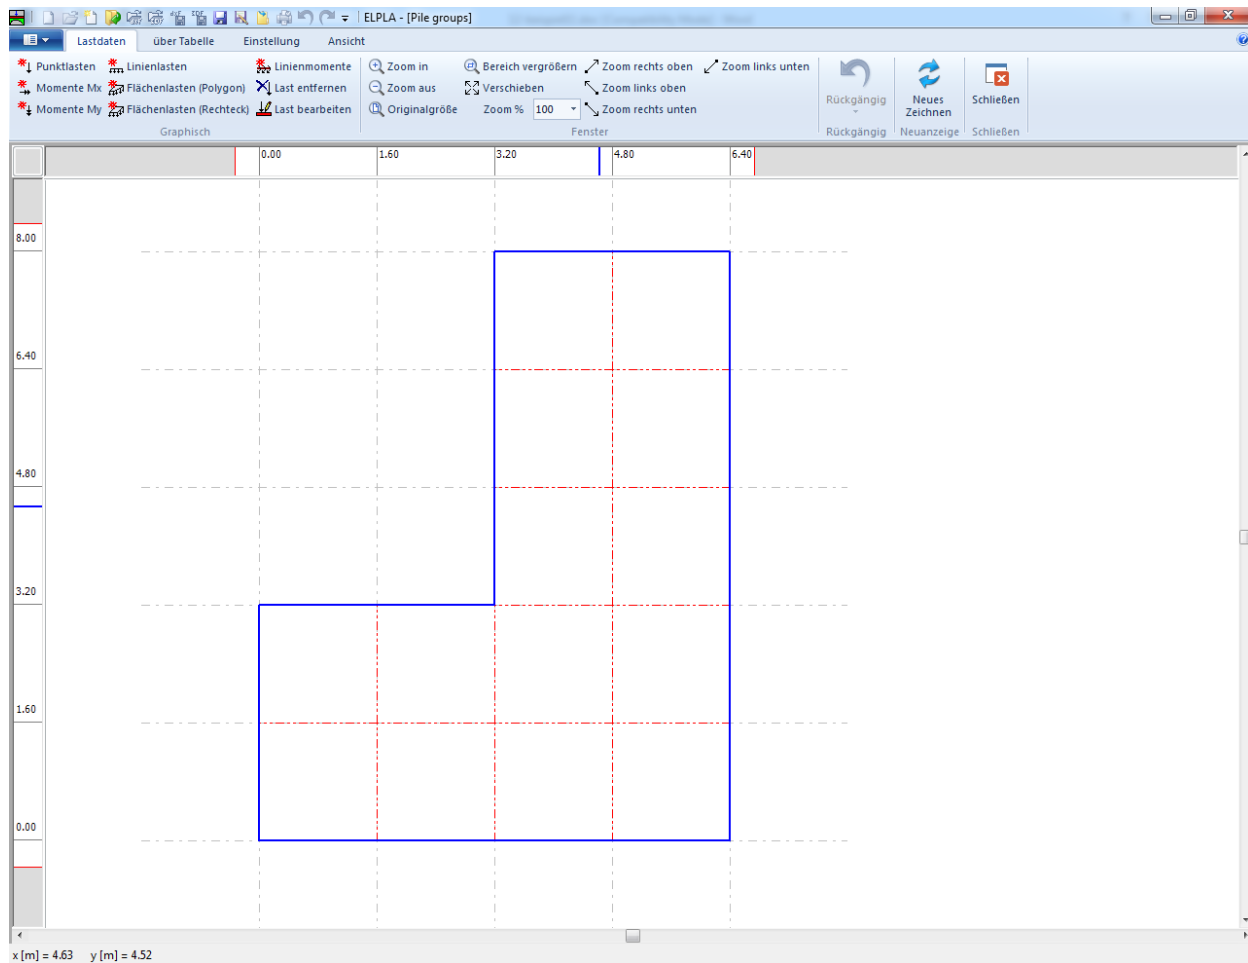

Bild 11.30 "Lastdaten" Fenster
Um die Lastdaten zu definieren, wählen Sie "Lastdaten" aus der Registerkarte "Daten". Das folgende Fenster im Bild 11.30 erscheint.
- Wählen Sie "Punktlasten" aus dem Menü "graphisch" im Fenster von Bild 11.30